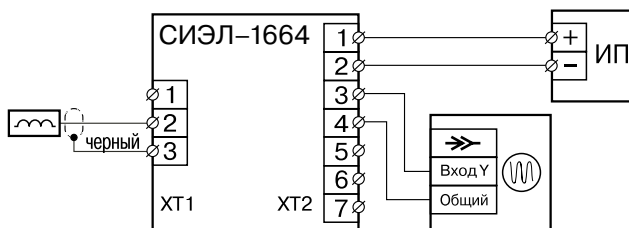

Рис. 4.
3. Подключить датчик ко входу генератора-преобразователя, к выходу "Зазор" подключить осциллограф согласно схеме на рис. 4. Установить режим работы осциллографа для измерения сигнала с постоянной составляющей при усилении 2 В/деление.